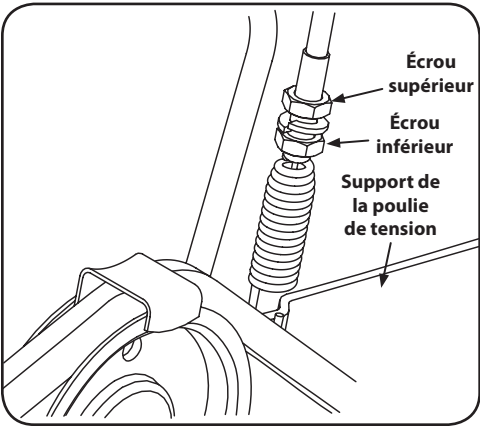

Figure 5-4
- 2. Repérez le ressort situé à l’extrémité du câble. Voir Figure 5-4.